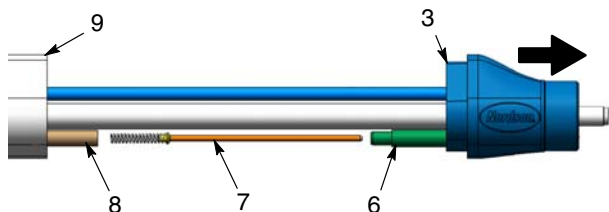

Figura 26 Remoção da resistência - pistolas com tubo de suporte
Pistolas com tubos de suporte: Consulte a figura 26. Puxe o adaptador (3) para fora do tubo do corpo (9) o suficiente para aceder à guia do cabo (8) e à guia da resistência (6).
1. Consulte a figura 26 ou 27. Injecte 0,6 centímetros cúbicos de massa dielétrica na guia da resistência (6).
4. Pistolas com tubos de suporte: Enfie a guia do cabo (8) na extremidade da guia da resistência, depois empurre o adaptador (3) contra o tubo do corpo (9).